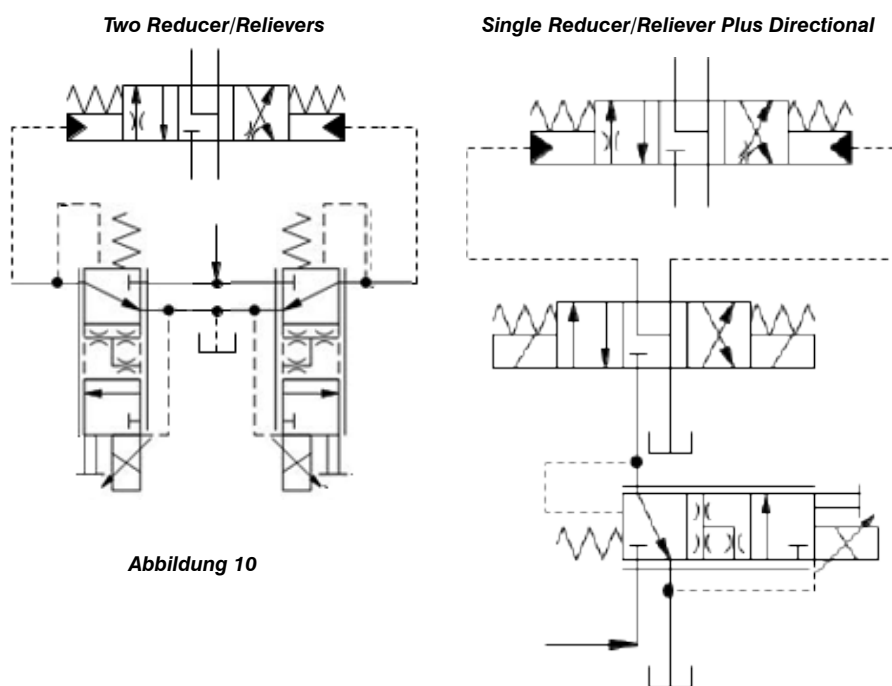

Abbildung 10
- In **Abbildung 10** sind zwei Methoden gezeigt, mit denen ein federzentriertes Ventil elektrisch gesteuert werden kann.